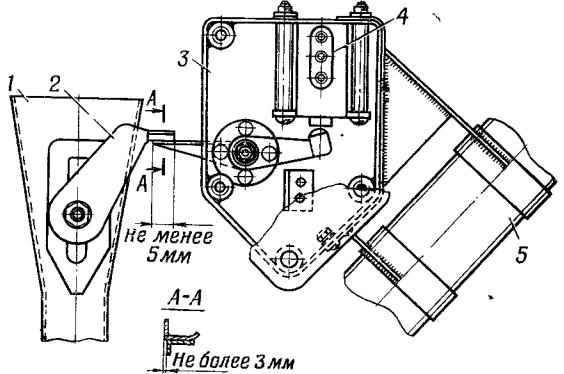
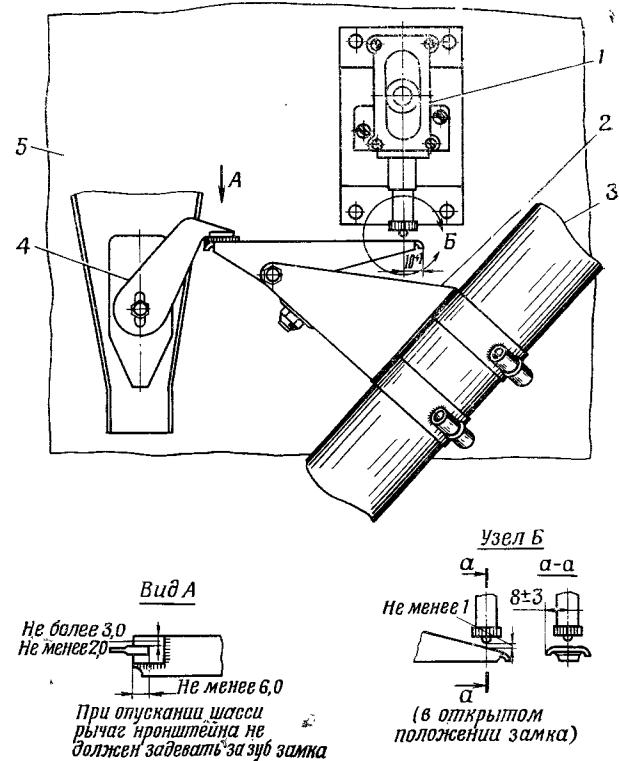

Рис. 83. Установка концевых выключателей шасси на фермах шасси самолетов по 263-ю серию
Рис. 84. Установка концевых выключателей шасси на фермах шасси самолетов с 264-й серии:
Эксплуатация сигнализации шасси сводится к периодическому осмотру концевых выключателей шасси и регулировке их. Установка концевых выключателей на ферме шасси выполнена по рис. 83 на самолетах по 263-ю серию и по рис. 84 на самолетах с 264-й серией.
2. Зуб замка при запертом положении занимал положение на рычаге согласно рис. 83 или 84.